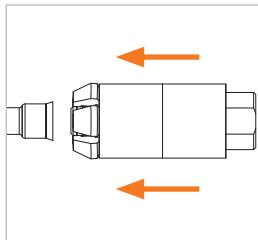
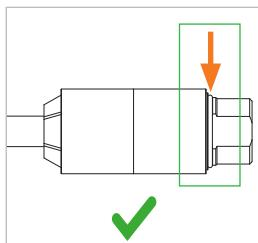

Figure 2
Figure 3
- ▶ Faire glisser le connecteur sur le manchon coulissant (pos. 1) vers l'avant sur la pièce d'essai (Figure 2). Le connecteur doit s'enclencher avec un clic audible. La bague d'arrêt doit être visible (Figure 3) et les bords extérieurs du diamètre externe des mâchoires de serrage ne doivent plus être visibles (Figure 4 et Figure 5). La vanne d'arrêt intégrée, si elle existe, s'enfonce lors du raccordement du connecteur.